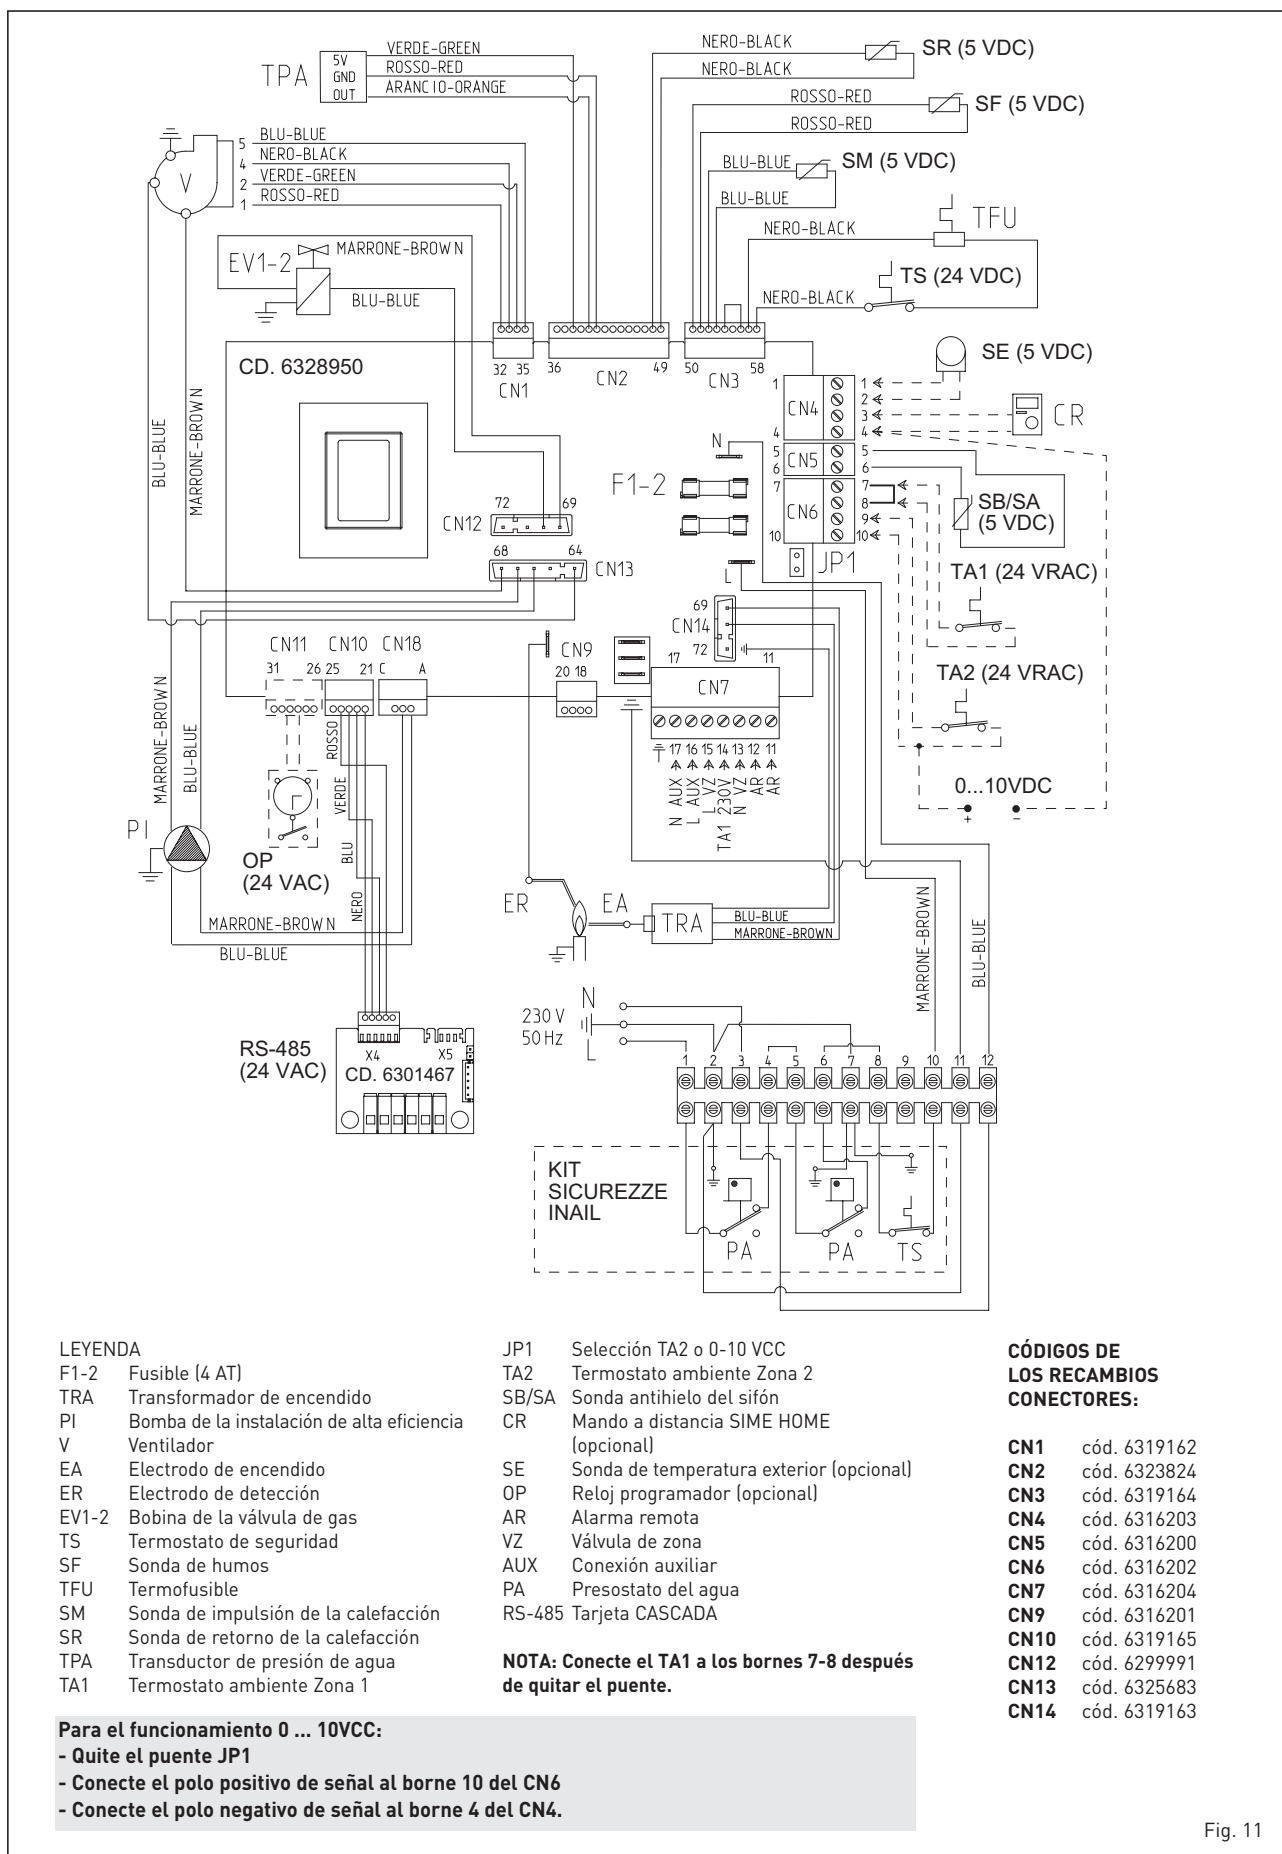

Fig. 11
2.10.1 Esquema eléctrico (fig. 11)